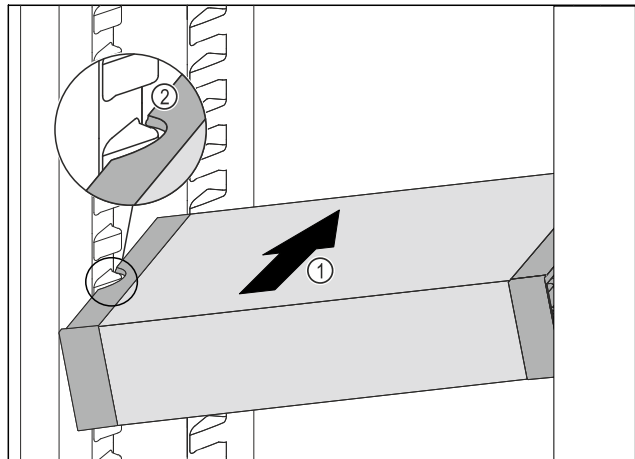

Fig. 180
- VarioSafe schräg in das Kühlteil einschieben Fig. 180 (1), bis sich die seitlichen Aussparungen Fig. 180 (2) des VarioSafes auf Höhe der Behälterrippe im Kühlteil befinden.